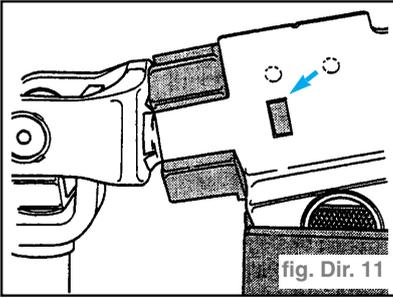

fig. Dir. 11
- Emmancher le palier avec précaution à l'aide d'un maillet en matière plastique jusqu'à ce que les clips s'encliquettent dans l'évidement du carter. (fig. Dir. 11)